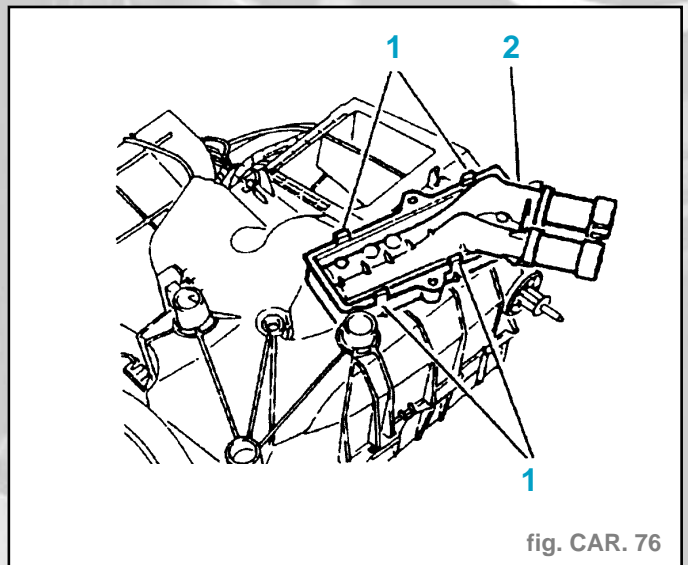

fig. CAR. 76
- Écarter les agrafes (1) et déposer l'aérotherme (2) (fig. CAR. 76).